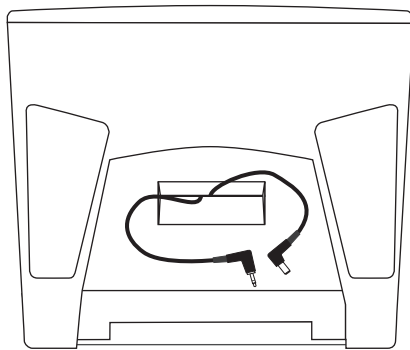

Abb. 1
In Abbildung 1 können Sie links erkennen, dass sich auf der Oberseite der Expedition EXL250, XPL200 und XPL300 ein vorverdrahtetes Fach befindet, das einen der drei unterschiedlichen Samson-Drahtlosempfänger aufnehmen kann: die Modelle UM1 oder AM1 UHF. Das Ausgangssignal des in die EXL250 installierten Drahtlosempfängers kommt auf Kanal 2 des integrierten Mixers an.
- 1 Entfernen Sie die Abdeckung des Drahtlosempfänger-Fachs, indem Sie sie vom Fach abheben, das sich auf der Oberseite des Expedition befindet (siehe Abb. 1).